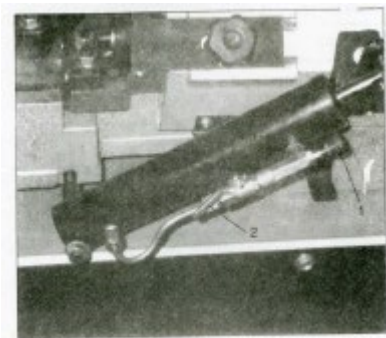

Fig 4
Um die Geschwindigkeit zu erhöhen, wird der Knopf (1 – Abb. 4) gegen den Uhrzeigersinn gedreht. Um die Geschwindigkeit zu senken, wird der Knopf im Uhrzeigersinn gedreht.
Um die Hydraulik zu unterbrechen, muss der Griff wie in der Abb. 4 stehen. Um sie zu aktivieren, muss der Griff (2) angehoben werden.